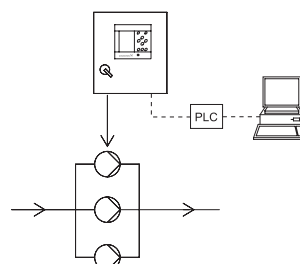

Рис. 29 Разомкнутый контур (внешний контроллер)
- Разомкнутый контур (внешний контроллер), см. рис. 29.